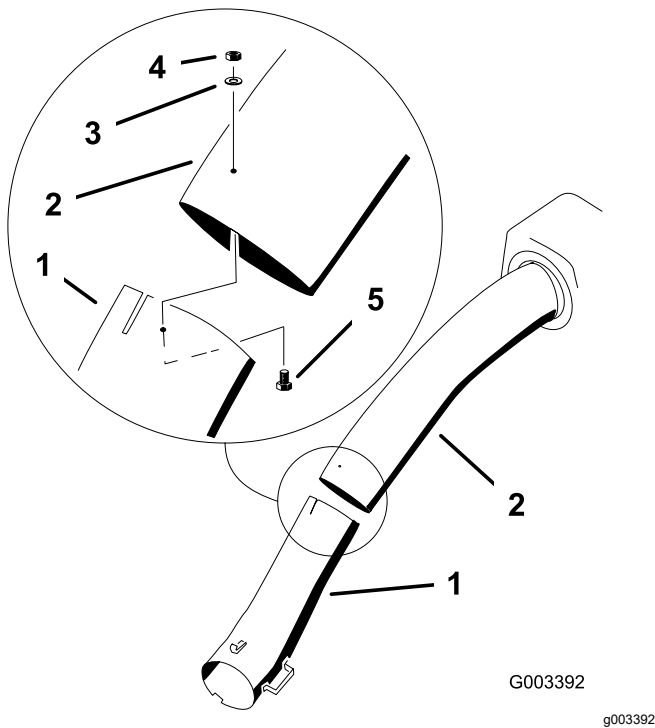

Bild 55
14. Verbinden Sie das obere und untere Rohr mit drei Schrauben (Nr. 10 x 3/4"), Flachscheiben und Sicherungsmuttern, wie in **Bild 55** abgebildet.